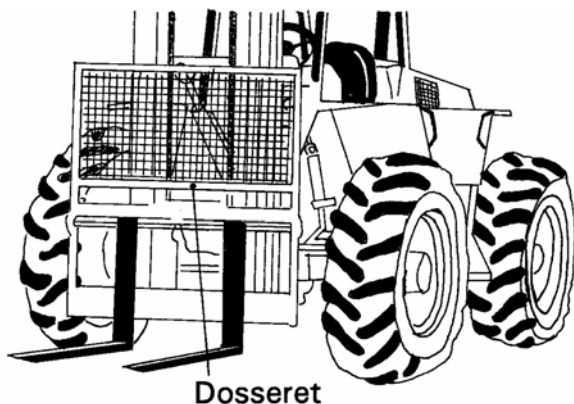

Figure 2
- Le chariot élévateur doit être équipé d'un dossier de charge (élément vertical adapté au tablier porte-fourche) afin de s'opposer à la chute vers le conducteur de la charge ou d'une partie de la charge transportée (**figure 2**).